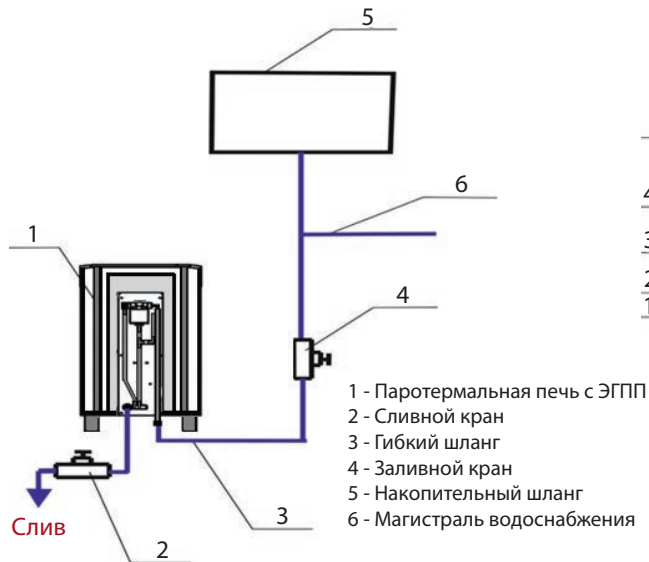

Рис. 4 Схема подключения ЭГПП при эксплуатации в автоматическом режиме заполнения водой
2.2.4 При организации заполнения Устройства водой подключить его с помощью гибкого шланга к водопроводной сети или накопительному баку, расположенному в смежном помещении. (См. рис. 4). В любом случае перед Устройством следует установить запорный кран (поз. 4, рис. 4). Установить кран слива воды (поз. 2, рис. 4), либо заглушить сливной штуцер резьбовой пробкой. Для предотвращения образования известковых отложений, значение жесткости воды должно находиться в диапазоне от 0,5° до 5°F. Рекомендуется использование специальной установки-деминерализатора (с обратным осмосом).
- 2.3.2.1 Закрывать сливной кран (поз. 2, рис. 4) и открыть заливной кран (поз. 4, рис. 4).
2.3.2.6 После окончания работы рекомендуется слить воду из системы. Для этого закрыть заливной кран (поз. 4, рис. 4) и открыть сливной кран (поз. 2, рис. 4). Дождаться полного слива воды из системы, выключить Устройство на пульте управления. Оставить краны в таком положении до следующего включения Устройства.